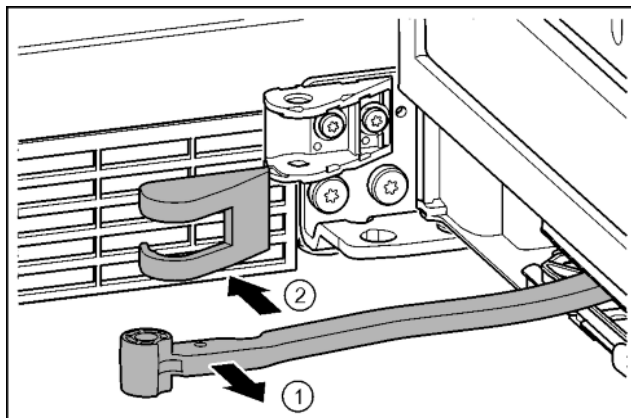

Fig. 20
- Otočte kloub směrem ke dveřím. Fig. 20 (1)
- Sejměte kryt stojanu ložiska. Fig. 20 (2)